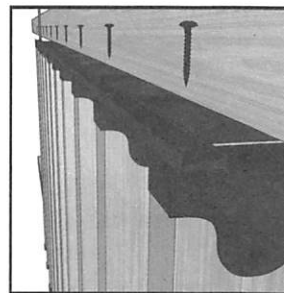

Figure 6
STEP 6 To install operating bar, turn the boards outward and parallel to one another, with the top holes at the end of the bracket facing inwards towards your enclosed area. Fasten the pre-punched operating bar onto the bracket using the bar screws supplied (#6, 3/4 inch) ensuring the lip of the operating bar is facing upwards (Figure 6).
ÉTAPE 6 Pour installer la barre de manœuvre, tourner les planches vers l'extérieur et les placer en parallèle, les trous de vis sur le dessus des supports orientés vers l'aire clôturée. Visser la barre de manœuvre préperçée sur les supports à l'aide des vis fournies (no 6, 1 po), en s'assurant que le rebord de la barre de manœuvre est orienté vers le haut (Figure 6).